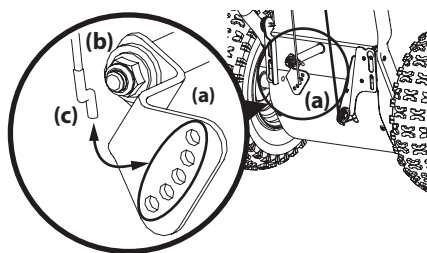

Figura 4-9
2. Eleve la ménsula divisora del cable de cambios (a) para que el cable quede flojo (b). Consulte la Figura 4-9.